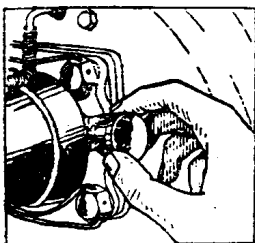

Рис. 21. Смазка подшипника правого заднего колеса.
14. *Подшипники задних колес* (рис. 21) смазывайте двукратным заполнением колпачка масленки и полным выжиманием его через каждые 6000 км пробега автомобиля.